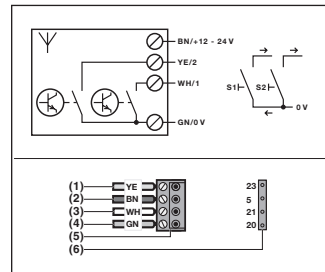

Fig. 2
3.1 Anschluss des Empfängers am Antrieb (Fig. 2)
3.1 Raccordement du récepteur à la motorisation (fig. 2)